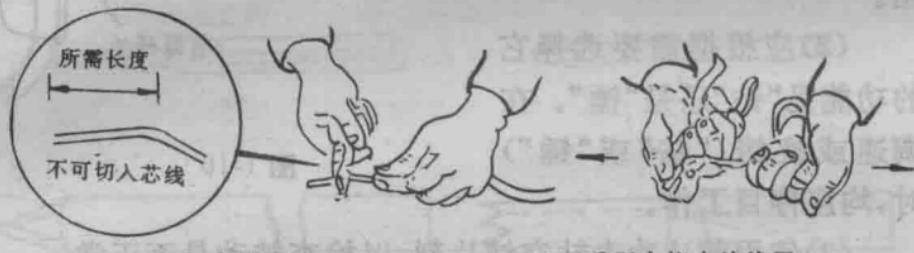

图 1-12 钢丝钳剥离绝缘层的方法
1. 利用钢丝钳剖削塑料软线线头的绝缘层的方法，如图 1-12 所示。